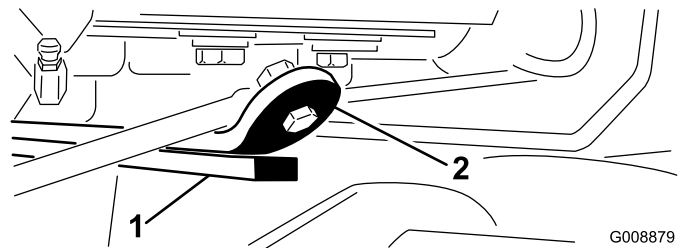

図 14
3. エンジンを始動し、カッティングユニットを上昇させ、後ろカッティングユニットのウェア・バーの上部についているウェア・ストラップからバンパー・ストラップまでの距離が 0.5~2.5 mmの間にあるかどうか点検する (図 14)。